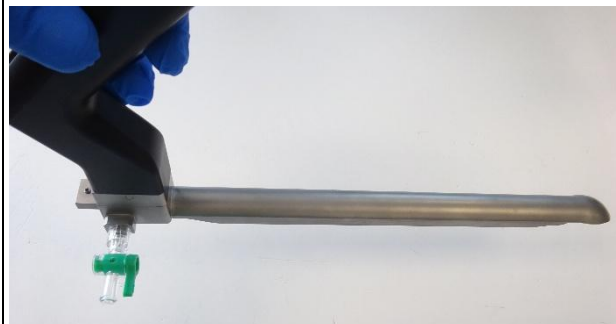

Abb. 10
6. Zur Überprüfung der Fixierung des Saugrohrs an den Haken ist der Haken wie in Abbildung 10 zu halten.